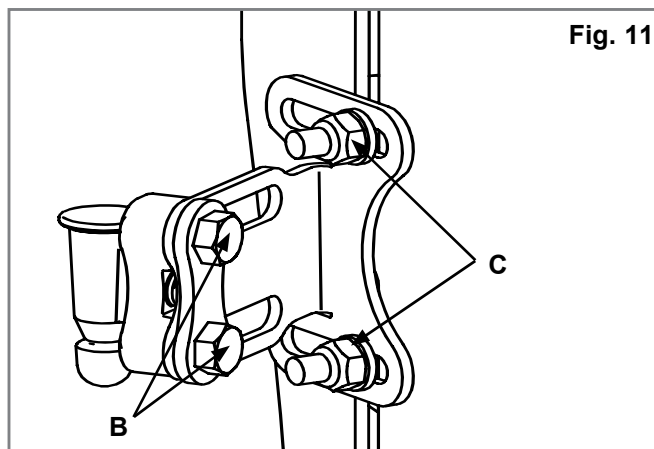

Fig. 11
(Fig. 11, 12, 13).
2. Réglage de la profondeur et de l'angle d'inclinaison (Fig. 11, 12, 13 et 14).